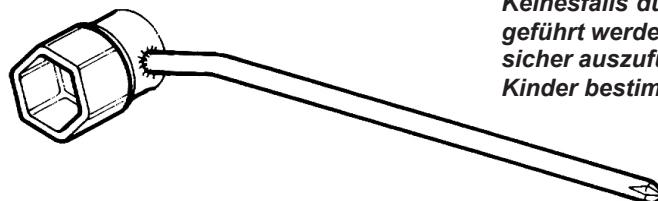

Fig. 1
E' dunque opportuno seguire scrupolosamente la scheda di manutenzione periodica riportata qui di seguito. Per le operazioni di maggiore evenienza viene fornito un attrezzo multiuso che comprende chiave candela / cacciavite a croce vedi fig.1.
*Für häufiger durchzuführende Arbeiten wird ein Mehrfachwerkzeug beigelegt, das einen Zündkerzenschlüssel und einen Kreuzschlüssel beinhaltet, siehe Abb. 1. Für Ihre eigene Sicherheit und die der anderen, sowie, um die korrekte Funktion des Fahrzeugs zu garantieren, ist es unerlässlich, die ordentlichen Wartungseingriffe mit einer Regelmäßigkeit vornehmen zu lassen, wie sie der Tabelle auf Seite **149** dieses Handbuchs zu entnehmen ist.*
A multi-purpose tool is provided for the most common jobs – this tool combines a sparking plug wrench and a cross-headed screwdriver – see fig.1.
Pour les opérations urgentes, se servir de l'outil multifonctions fourni avec le véhicule et composé de la clef à bougie / le tournevis cruciforme (voir fig.1). Vous devez absolument faire effectuer, aux échéances programmées dans le tableau de la page 151, les interventions d'Entretien de Routine. Celles-ci permettront d'assurer aussi bien votre sécurité que celle des autres et de garantir le bon fonctionnement du véhicule. La non-exécution de ces interventions peut compromettre le bon fonctionnement du véhicule avec toutes les conséquences que cela impliquerait. Pour toute information concernant les modalités d'application de la garantie, consulter le "Livre de Garantie et de Service". Evitez, en tout cas, d'effectuer tout entretien si vous n'êtes pas parfaitement en mesure de les effectuer en sécurité. N'oubliez pas que GRIZZLY est un véhicule destiné aux enfants!
Para las operaciones más frecuentes se ha suministrado una herramienta multiuso que incluye llave de bujías / destornillador de cruz (ver fig. 1).